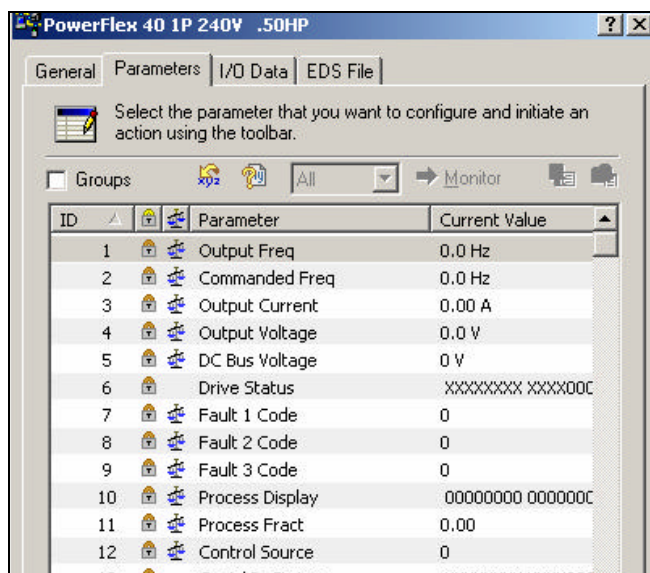

图 3-39 PowerFlex 40 参数选项卡
20. 单击 Parameters（参数）选项卡，如图 3-39：